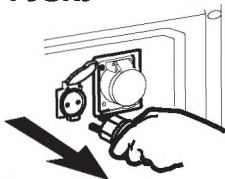

Рис. 16
- Отключите потребители электроэнергии от розеток переменного тока 220 В расположенных на панели генератора (рис. 16).